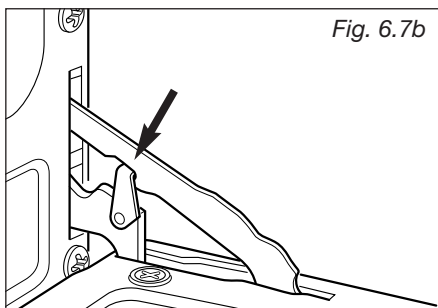

Fig. 6.7b
- Enganche las sujeciones en los ganchos de las bisagras izquierda y derecha (Fig. 6.7b).